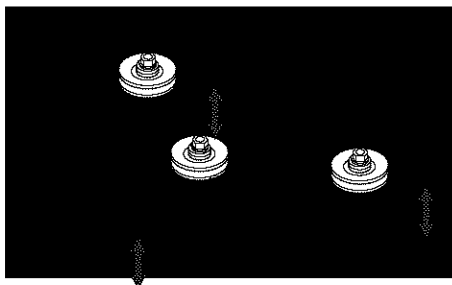

Figura 40. Orientar las Aspas de Adelante hacia Atrás
1. Gire las aspas de adelante hacia atrás como se muestra en la Figura 40. Mida la distancia del suelo a la punta delantera del asa central, y del suelo a la punta trasera de las aspas izquierda y derecha (Figura 40). Las puntas delanteras deben estar 1/8"-1/4" (3-6mm) más altas que las puntas traseras. Si no, proceda con el paso 2.